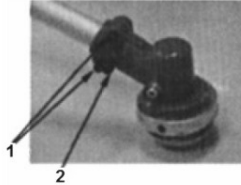

Fig.BC3
5. À l'aide d'une clé, serrer les vis du collier afin de fixer la tête de coupe en place (Fig. BC3)